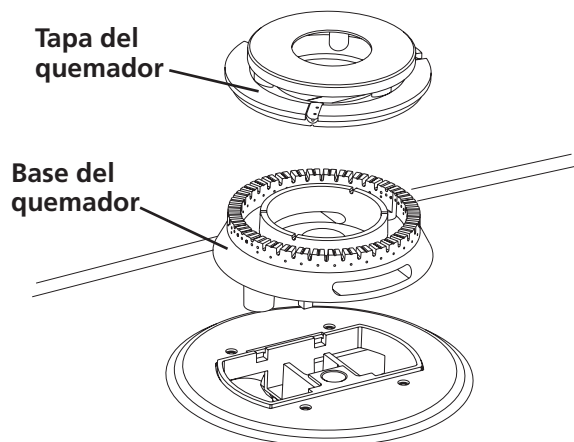

Figura 10
C. Quemador triple (si esta equipada): Remueva todas las cintas de las bases de los quemadores. Remueva la tapa y la base del quemador. Remueva y deseche el material de empaque. Vuelva a poner la tapa y la base del quemador. **Tenga cuidado de no dañar el electrodo mientras reemplaza la base encima del orificio.** Este asegura de que el electrodo siente correctamente dentro de la ranura de la base del quemador (vea Figura 10)